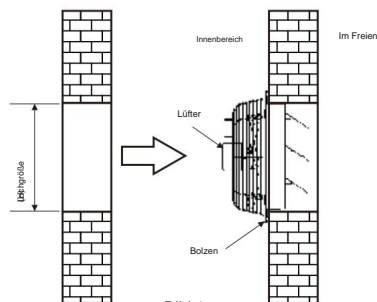

Bild 1
2. Befestigen Sie den Ventilator mit der Schraube an der Wand. (Bild 1)